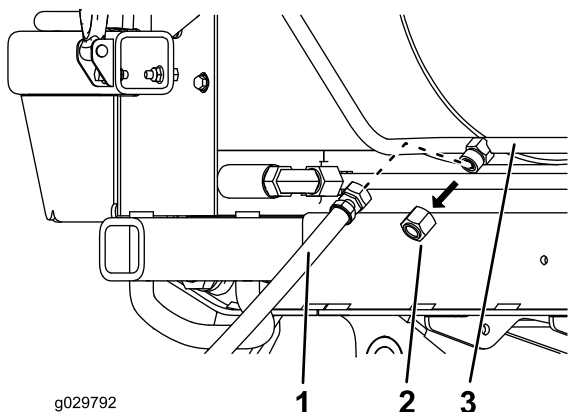

Рисунок 15
- A. Снимите крышку с жесткого трубопровода шланга линии возврата маслоохладителя (**Рисунок 15**).
- B. Наверните короткий шланг на жесткий трубопровод (**Рисунок 15**).